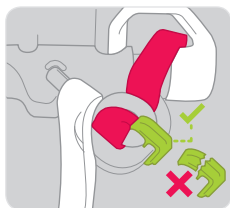

Figure 7
- Vérifiez que la goupille de déclenchement n'est pas endommagée, déformée, corrodée ou fissurée. Vérifiez qu'elle n'est pas désengagée. Vérifiez que le cordon de déclenchement rouge est positionné sous la goupille de déclenchement et que la corde de charge est enroulée autour de la goupille de déclenchement (voir Figure 7).
- Vérifiez que la pince de la goupille de déclenchement verte est présente et en bon état — vérifiez qu'elle n'est pas endommagée, déformée ou fissurée (voir Figure 7).